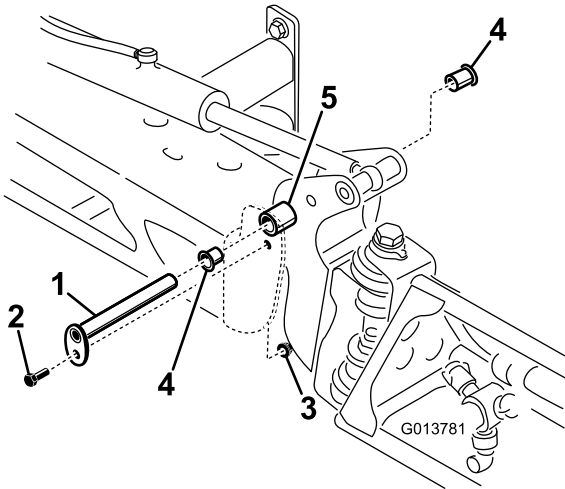

Figure 66
3. Lorsque le poids de la rampe est supporté, retirez le boulon et l'écrou de fixation de l'axe de pivot à l'ensemble rampe (Figure 66).
4. Retirez l'axe de pivot (Figure 66).
6. Déposez et examinez les bagues en nylon à l'avant et à l'arrière du support de pivot (Figure 66).
8. Montez l'ensemble rampe et support de pivot dans le bâti central en alignant les ouvertures (Figure 66).